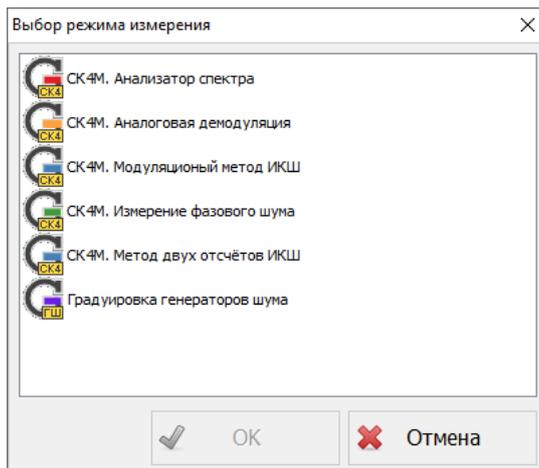

Рисунок 2.2 – Выбор режима измерения
**Смена режима измерения** производится путём закрытия текущей сессии ПО *Graphit* и повторного открытия при помощи соответствующего ярлыка меню «Пуск» или рабочего стола ОС *Windows*®, либо выбором необходимого пункта в диалоговом окне, вызываемом из меню программы «Файл > Режим измерения...» (рисунок 2.2).